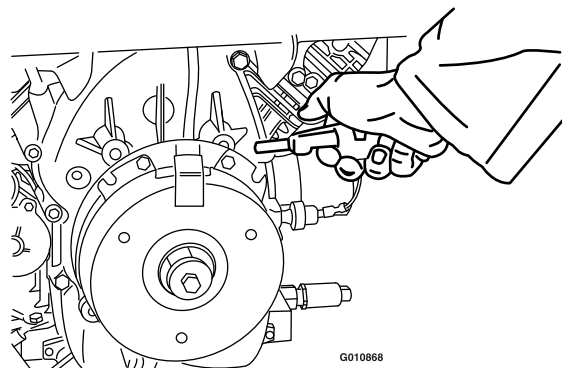

Bild 81
- Blasen Sie mit einem Luftkompressor Rückstände unter dem Bremsschaft und um die Bremsendistanzstücke heraus (Bild 81).